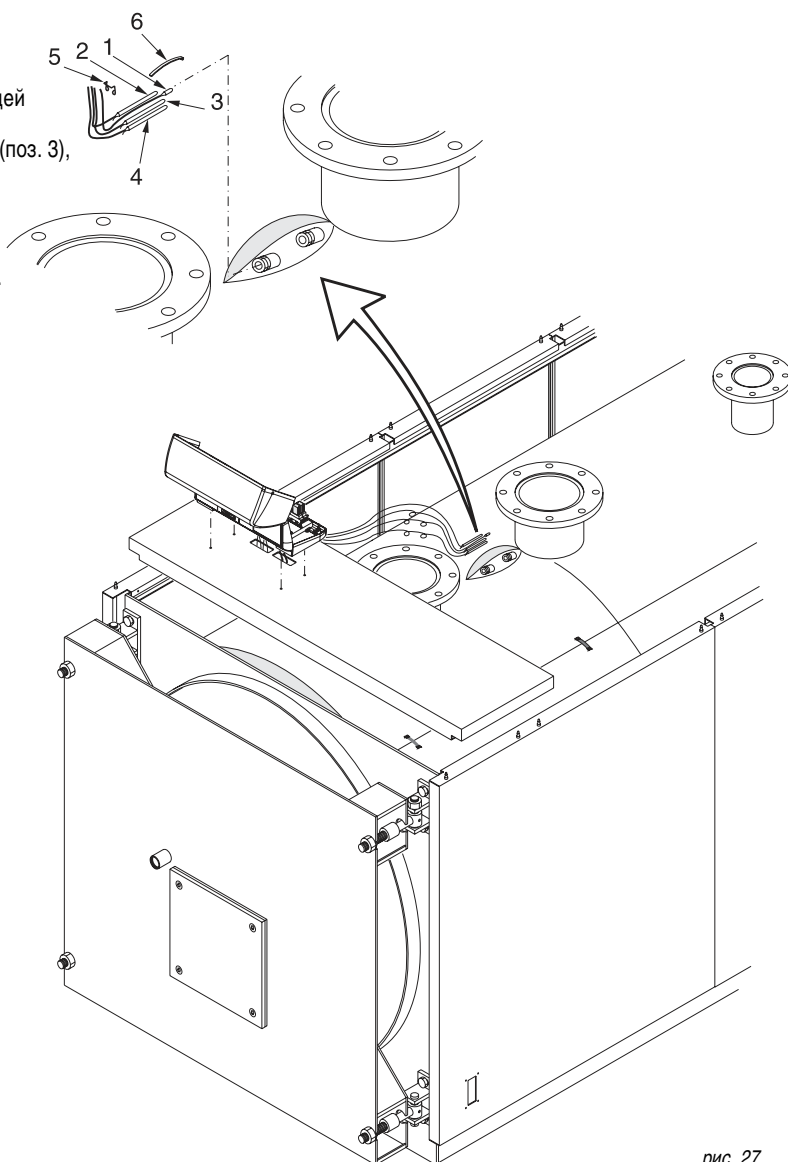

рис. 27
- Ф) Вставьте датчики приборов в манжеты, как показано на рис. 27 и подключите пульт управления к электропитанию, к горелке, насосам, и т.д. Закройте крышку панели управления.
- E) Вставьте датчики приборов в манжеты, как показано на рис. 27 и подключите пульт управления к электропитанию, к горелке, насосам, и т.д. Закройте крышку панели управления. Проведите кабель горелки через зажимную панель проводов (поз. 5) со стороны его выхода и зафиксируйте кабель при помощи прилагаемого хомута. Зафиксируйте маленькие панели (поз. 5) на боковых панелях обшивки. С обратной стороны котла аккуратно соедините выходящие электрические кабели в связку при помощи прилагаемого зажима.
- Е) Вставьте датчики приборов в манжеты, как показано на рис. 27 и подключите панель управления к электропитанию, к горелке, насосам, и т.д. Закройте крышку панели управления. Проведите кабель горелки через зажимную панель проводов (поз. 7) со стороны его выхода и зафиксируйте кабель при помощи прилагаемого хомута. Зафиксируйте маленькие панели (поз. 7) на боковых панелях обшивки. С обратной стороны котла аккуратно соедините выходящие электрические кабели в связку при помощи прилагаемого зажима.
Произведите установку датчиков в погружную гильзу, расположенную в верхней части котла (см. рис. 27) в следующей последовательности: датчик температуры (поз. 1), термостат рабочей температуры (поз. 2), предохранительный термостат (поз. 3), термостат минимальной температуры (поз. 4). Для улучшения контакта с котлом, рекомендуется опустить датчики на самое дно погружной гильзы. Далее установите дугообразную пружину (поз. 6) и зафиксируйте провода датчиков при помощи пружины (поз. 5).